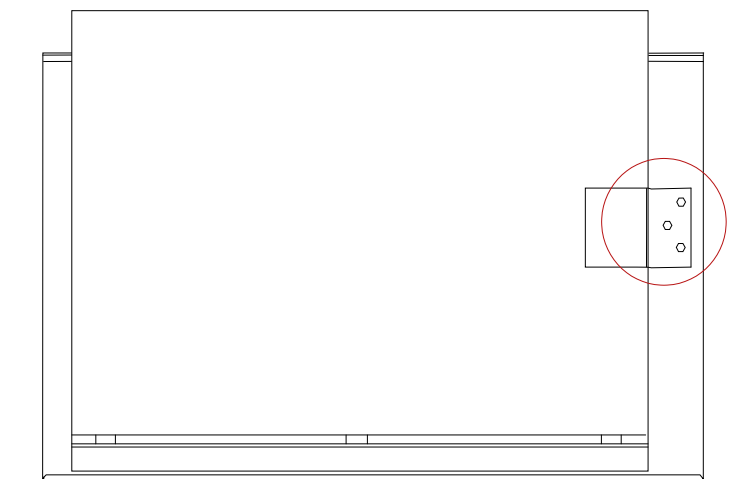

Рисунок 5.10 – Монтаж. Тип С
6. Установите крышку видеорегистратора и закрепите крепежную пластину из комплекта поставки кронштейна (Рисунок 5.10).